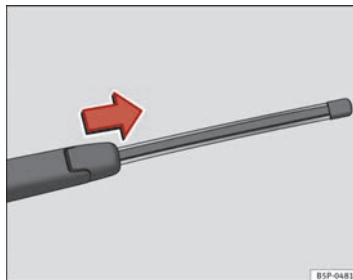

Fig. 142 Estrarre la spazzola tergilunotto
- Sollevare il braccio del tergicristallo dal lunotto ⇒ fig. 142.
- Scorrere l'adattatore della spazzola nella direzione della freccia e rimuovere la spazzola ⇒ fig. 142.